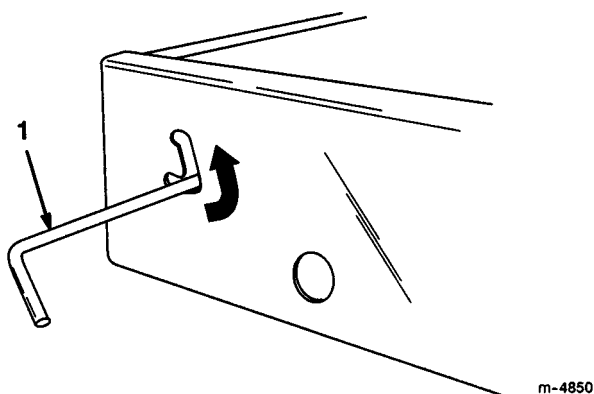

図9
1. ラッチを「切り込み」の上位置にスライドさせる（図9）。